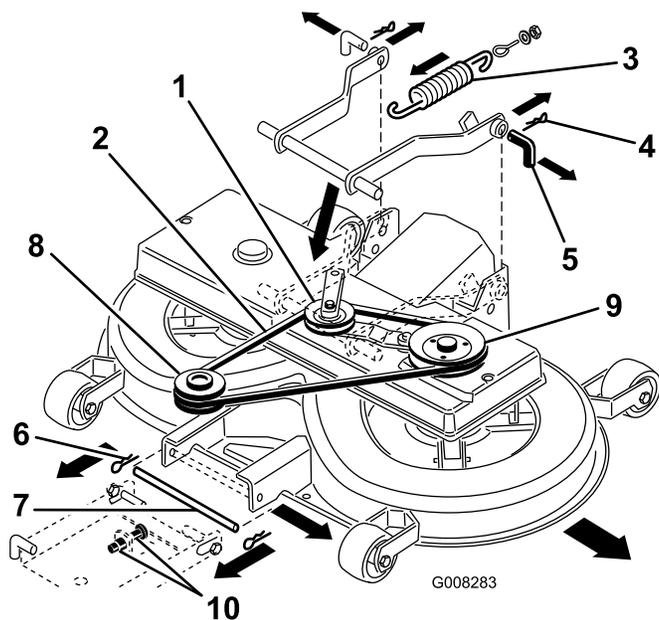

**Figura 42**
2. Posizionate le lame a 90° l'una dall'altra (Figura 42).